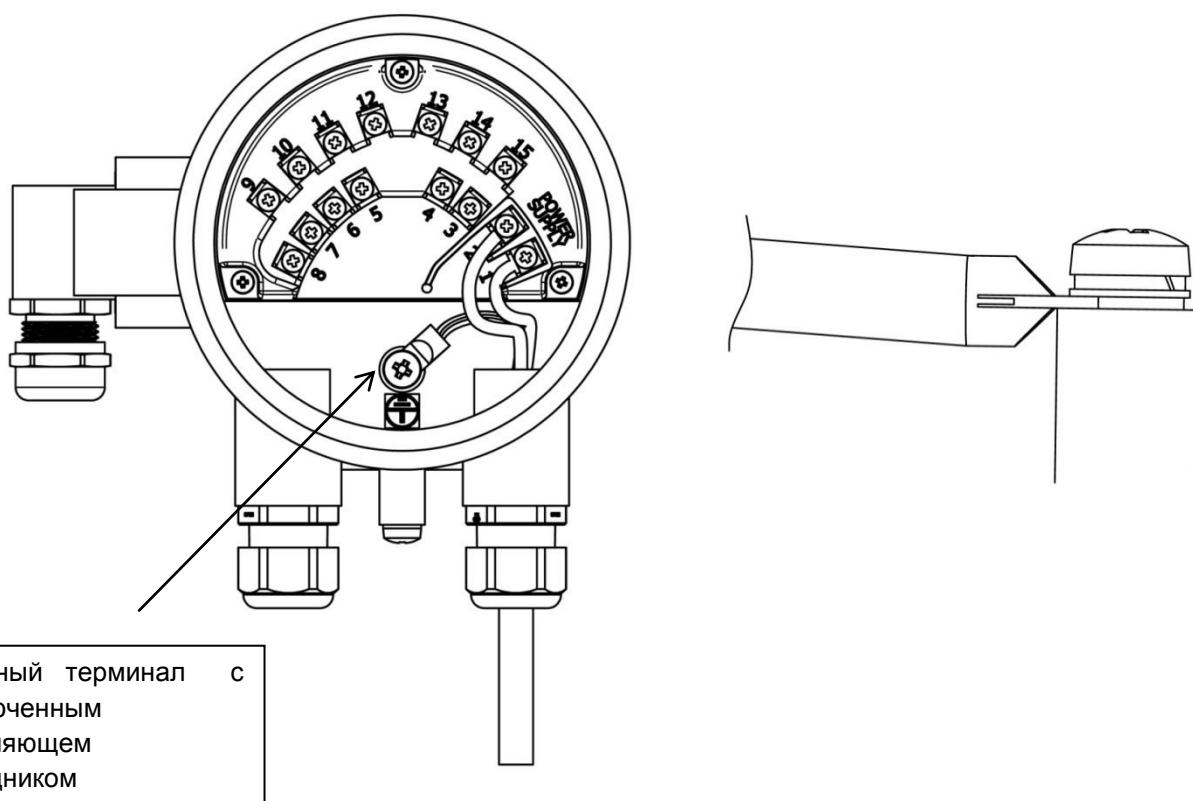

Рисунок13. Способ подключения защитного заземления в расходомере
- После установки преобразователя в изолированной трубе (напр. стекло, искусственный материал и т.д.) необходимо заземлить установку соответствующими заземляющими кольцами, соединенными с массой (рисунок 13).